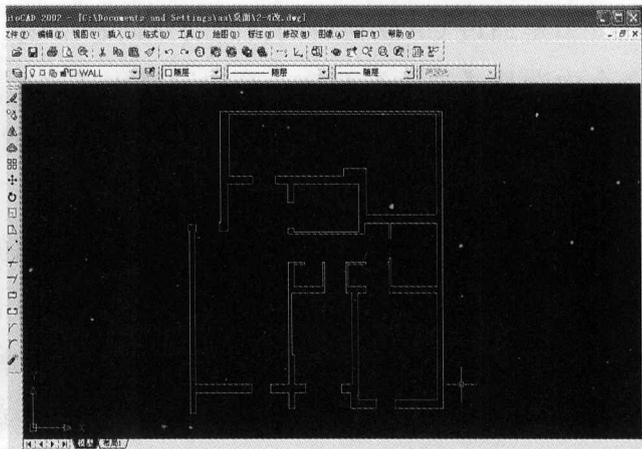

图 1-12
(2) 将门窗层隐藏，导入立面效果中的窗下部分，即一般是  $H=900$  高以下的部位。这部分中门的位置是洞口形式，但窗位是墙体部位，如图 1-12 所示。将文件另存命名为“窗下”。